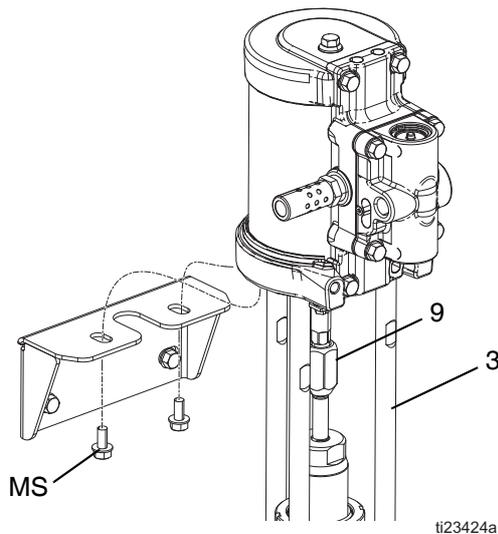

ABB. 3: Abbau des Luftmotors
3. Siehe ABB. 3. Die beiden oberen Montageschrauben (MS) mit einem Steckschlüssel entfernen.